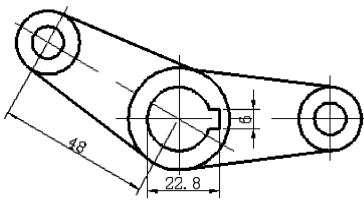

图 9-91 标注主视图对齐尺寸
(7) 将“机械制图”标注样式置为当前。单击“注释”选项卡“标注”面板中的“已对齐”按钮,标注对齐尺寸“48”,结果如图 9-91 所示。